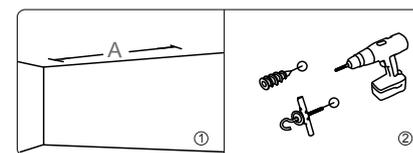

Figure 12
1. Percez deux trous avec une perceuse électrique horizontalement au mur, puis attachez les paliers (non fournis) sur le plafond. (Figure 12).